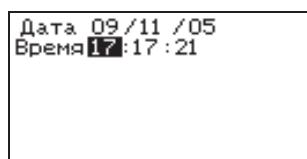

Рис. 30 Установка даты и времени.
2. С помощью кнопок  и  выберите поле, в котором хотите поменять значение (рис.30).